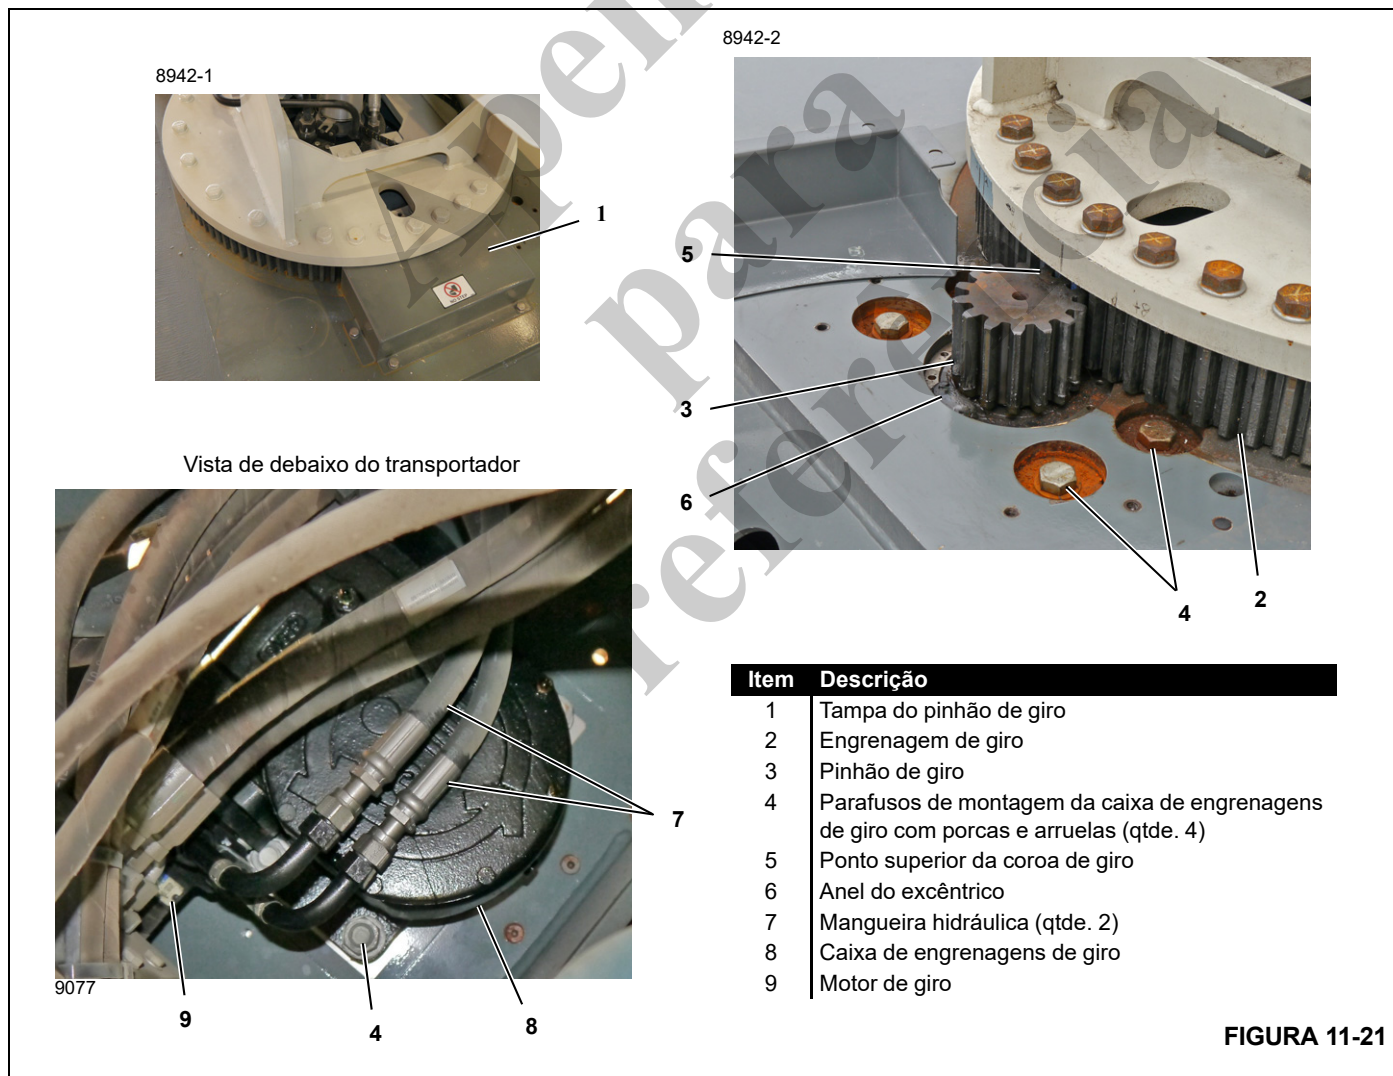

FIGURA 11-21
3. Prepare a caixa de engrenagens de giro da seguinte maneira (consulte a Figura 11-21):
- a. Remova a tampa do pinhão de giro (1).
- b. Solte um pouco os quatro parafusos de montagem da caixa de engrenagens de giro (4).
- c. Gire o anel excêntrico (6) com uma chave ajustável para proporcionar a máxima distância entre o pinhão de giro (3) e a engrenagem de giro (2).
10. Ajuste a caixa de engrenagens de giro da seguinte maneira (consulte a Figura 11-21):
- a. Usando uma chave ajustável, gire o anel excêntrico (6) de maneira que o pinhão de giro (3) esteja em contato completo com a coroa de giro (2).
- b. Aperte os quatro parafusos de montagem da caixa de engrenagens de giro (4) com 202 ± 5 lb-pé.
- c. Instale a tampa do pinhão de giro (1).
Consulte a Figura 11-21 para os procedimentos a seguir.
Consulte a Figura 11-21 para o procedimento a seguir.